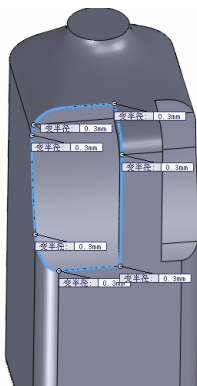

图 16-33 设置变半径参数
(9) 单击【圆角】按钮, 弹出【圆角】属性管理器, 选中【变半径】单选按钮, 在绘图区中选择合适的边线, 设置变半径参数为 0.3, 如图 16-33 所示。